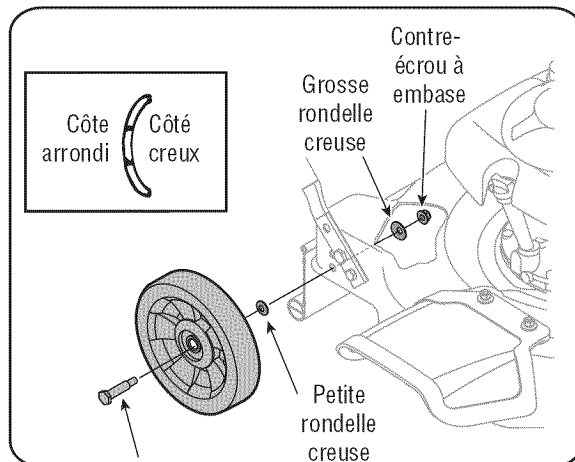

Figure 8
- Faites passer le boulon de l'essieu dans la roue, le côté moyeu de celle-ci tourné vers le plateau de coupe. Voir la Figure 8.
- Placez une petite rondelle creuse avec côté creux vers le plateau, loin de la roue. Voir la Figure 8.